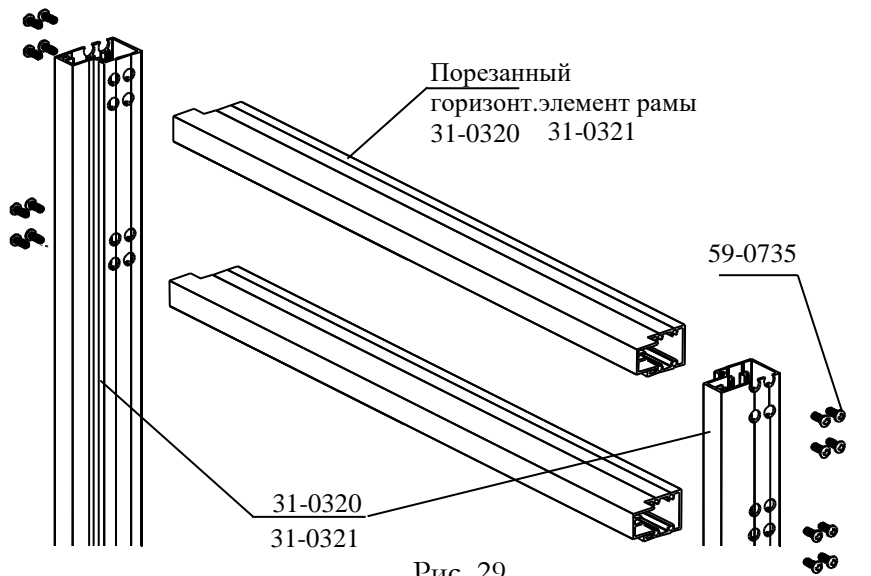

Рис. 29
2. Наклеить на стекло полосы самоклеящейся двусторонней ленты и положить на место окна в раме (рис. 29).